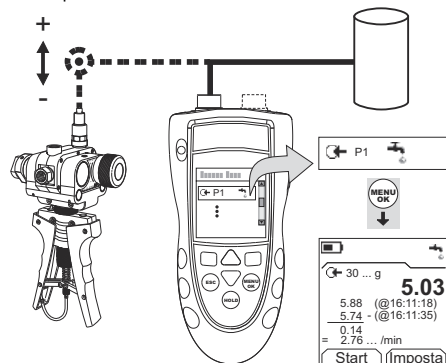

Figura 3: Esempio configurazione – Prova di perdita
1. Collegare lo strumento (Figura 3) e, se necessario, modificarne il Setup (Tabella 1).